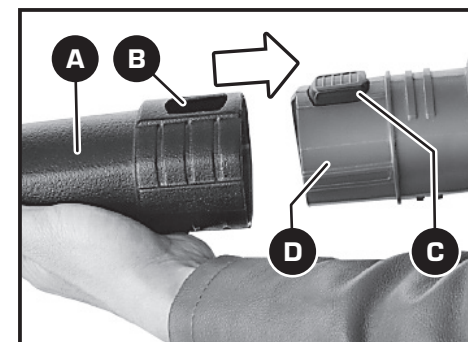

Figura 1
1. Para instalar el tubo de soplado [A] alinee el orificio [B] con el botón de bloqueo [C]. **2.** Presione el botón de bloqueo e inserte el tubo de soplado en la salida de aire [C] de la herramienta, hasta que el botón de bloqueo salga por el orificio del tubo. **3.** Para quitarlo, presione el botón de bloqueo y extráigalo [Figura 1]. **NOTA:** Verifique que el tubo de soplado haya quedado bien colocado tirando del mismo. Si se sale, vuelva a colocarlo siguiendo los pasos anteriores.